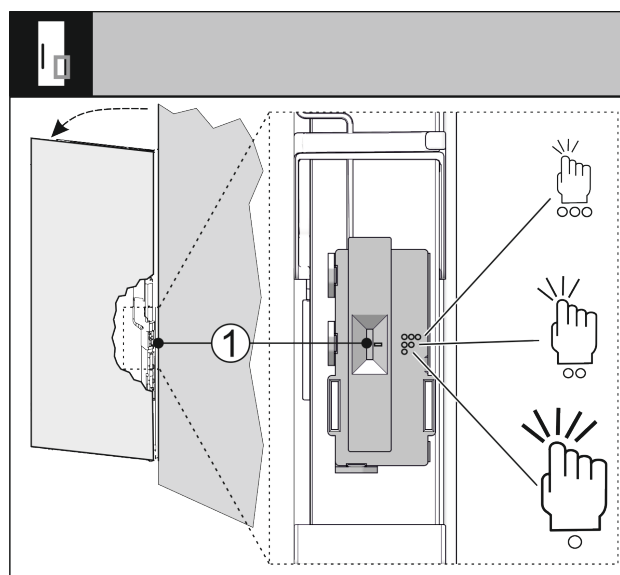

Fig. 100
Citlivost snímače klepání můžete nastavit pomocí spínače Fig. 100 (1). Spínač je na straně závěsu ve spodní třetině dveří.
- ▶ Posuňte spínač Fig. 100 (1) do požadované polohy spínače.